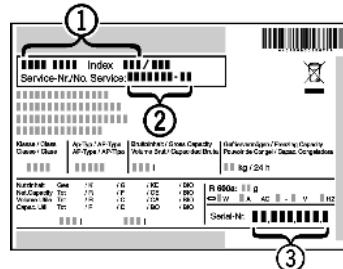

Fig. 46
► Назва пристрою Fig. 46 (1), сервісний номер Fig. 46 (2) та серійний номер Fig. 46 (3) вказані на заводській таблиці. Заводська таблиця знаходитьться всередині пристрою, зліва.